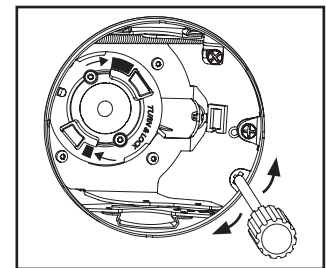

Figura 18.
2. Gire el mecanismo en la posición deseada, por medio de la lengüeta de posicionamiento y el destornillador (Figura 18.).